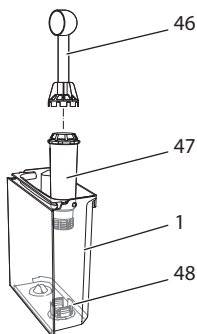

Рис. 25: Завинчивание/отвинчивание фильтра для воды
- Снимите фильтр для воды при поступлении соответствующего запроса от аппарата (см. Рис. 25, стр. 334).